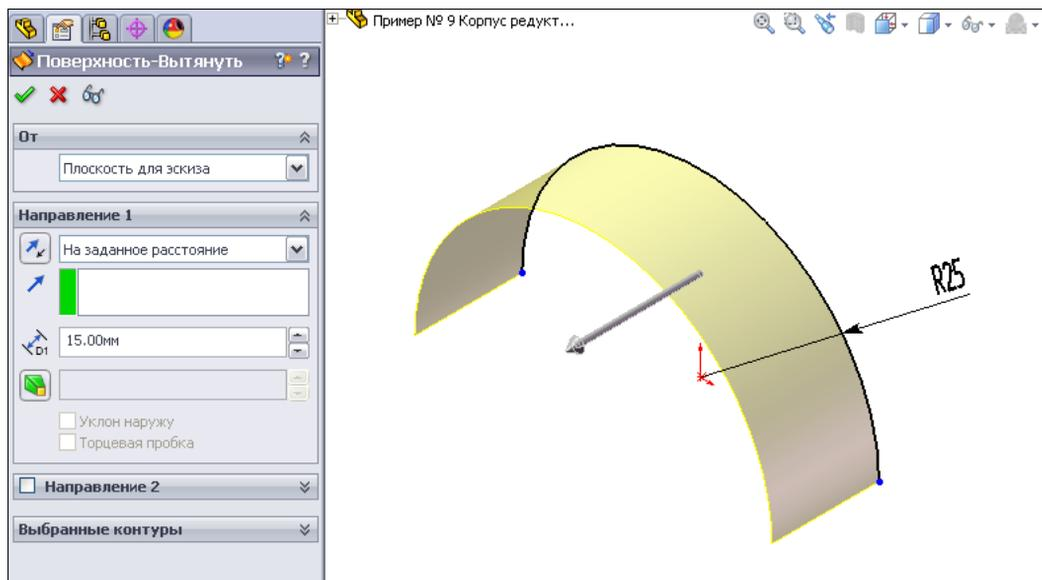

Рис. 2.93
2. Активируем кнопку  — **Вытянутая поверхность**, которая находится на панели инструментов **Поверхность**. В появившемся окне настроек **Поверхность-Вытянуть** укажем глубину вытягивания — 15 мм (рис. 2.93).